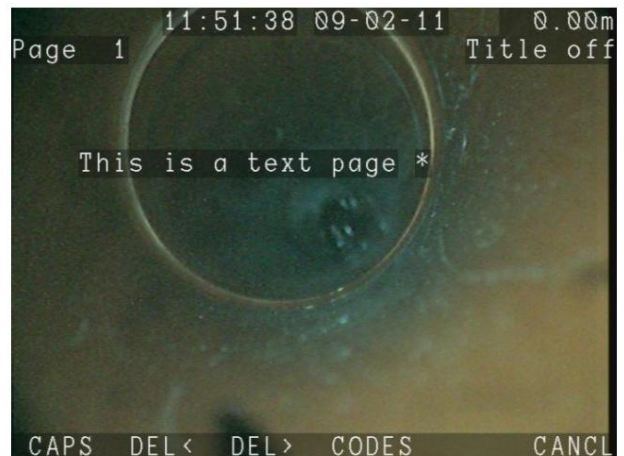

Figure 8.2 Écran d'édition de texte
2. Vous entrerez dans l'écran d'édition de texte, voir Figure 8.2